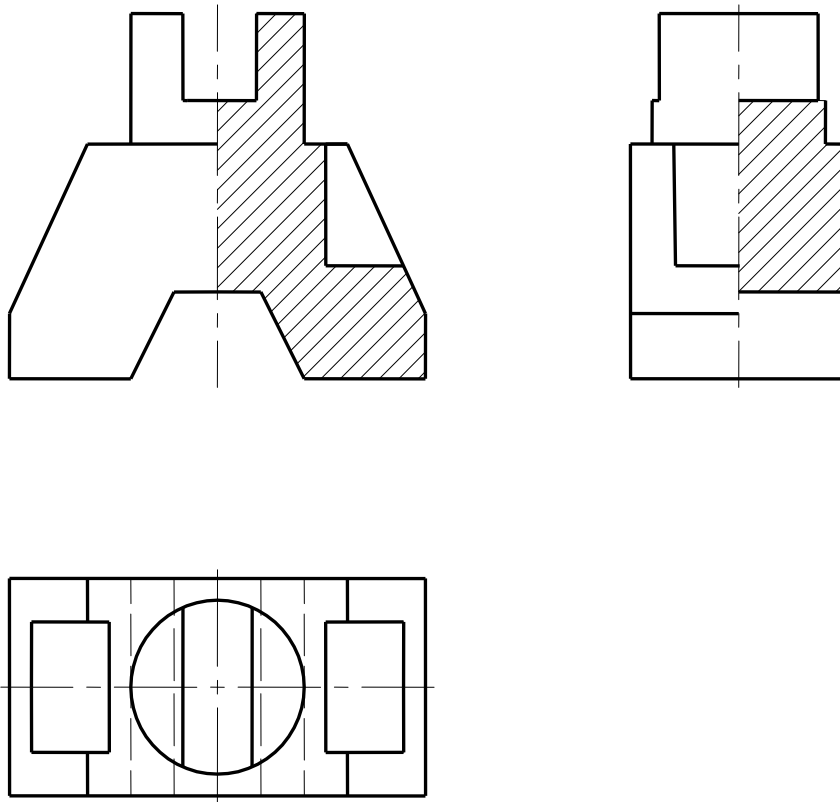

Рис. 3.28
3. Виконати необхідні розрізи (рис. 3.28).